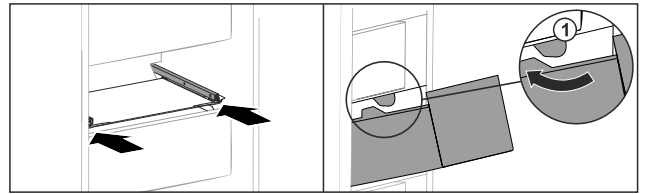

Fig. 94
- Schubfach um die Stopper Fig. 94 (1) herumführen.